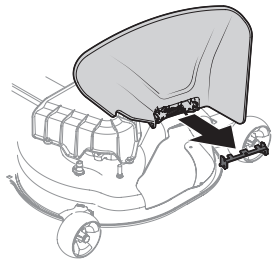

Figura 8
2. Baje el deflector de canal y descarte la traba de seguridad (Figura 8).